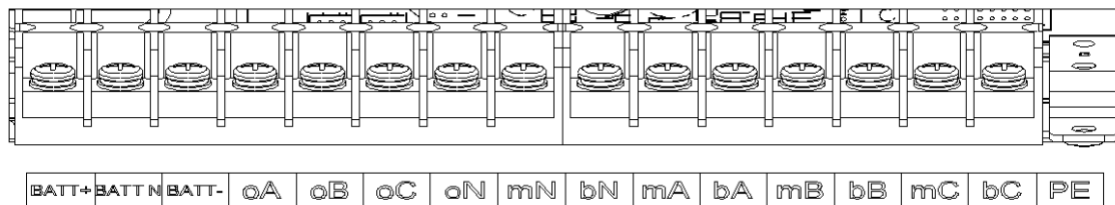

Fig.2-5 Terminales de Conexión
(1) Verifique que todos los interruptores del UPS estén completamente abiertos y que el interruptor de bypass de mantenimiento interno del UPS esté abierto. Coloque las señales de advertencia necesarias en estos interruptores para evitar la operación no autorizada.
(2) Abra la puerta trasera del gabinete, retire la cubierta de plástico. El terminal de entrada y salida, el terminal de la batería y el terminal de protección a tierra se muestran en la Fig. 2-5